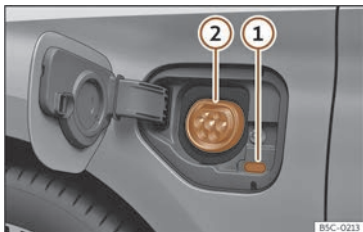

Fig. 56 Detrás da tapa de carga da batería na parte dianteira esquerda: Toma de carga.
>>> **fig. 56**
• Co vehículo desbloqueado, ao premer a tapa de carga da batería esta abrírase >>> **fig. 56**.